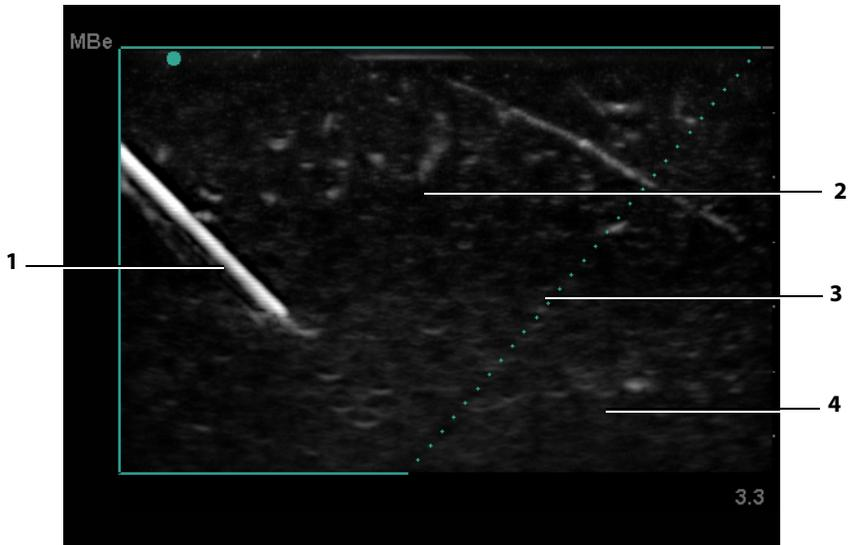

Figure 2 : Image avec MBe active (sonde linéaire)
- Merci de noter que les structures linéaires sont améliorées uniquement dans une portion délimitée de l'image. La zone située en dehors du pourtour reste inchangée. (Voir la figure 2).
Mettre en marche l'imagerie SonoMBe. Elle améliore les structures linéaires avec une plage d'angles sélectionnée et peut faciliter le guidage de l'aiguille pendant le positionnement du cathéter et les procédures d'anesthésie tronculaire. Un pourtour à trois ou quatre côtés indique la zone concernée. (Voir la figure 2).